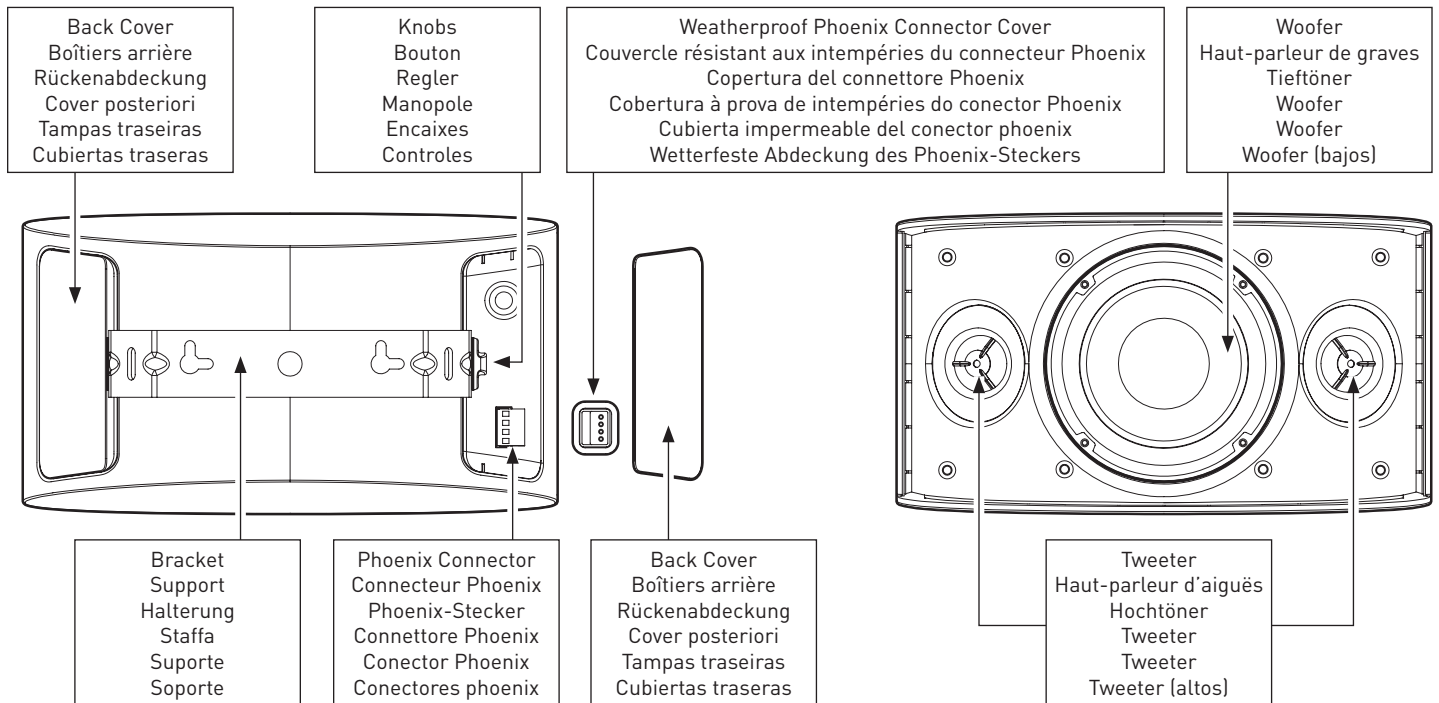

Fig. 1 / Fig. 1 / Abb. 1 / Fig. 1 / Fig. 1 / Fig. 1
**Speaker features Fig. 1, Composants du haut-parleur Fig. 1, Lautsprechereigenschaften Abb. 1, Caratteristiche dei diffusori Fig. 1, Características da Coluna Fig. 1, Características de los altavoces Fig. 1**